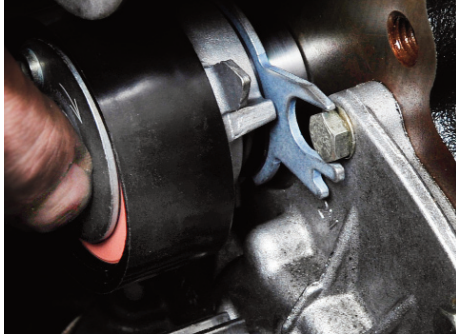

Abb.6
3. Spannrolle einsetzen. Dabei muss die Gabel der Grundplatte um die Schraube am KW-Gehäuse gesetzt werden (Abb. 6). Exenter der Spannrolle mit Innensechskantschlüssel gegen den Uhrzeigersinn auf Position zehn Uhr stellen. Schraube mit Hand gegenziehen.